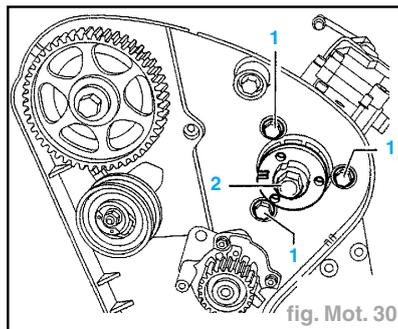

fig. Mot. 30
- Desserrer les vis de fixation (**1**) de la console (fig. Mot. 30).